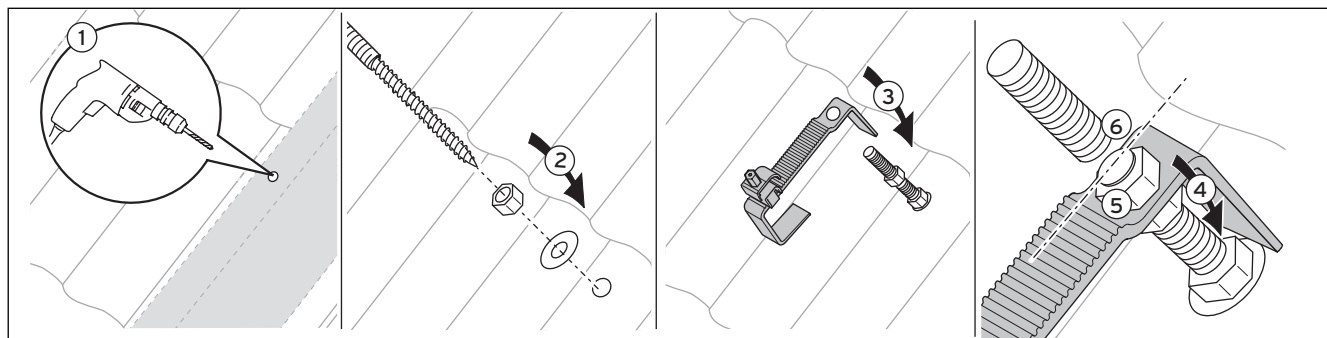

Рис. 5.8 Крепление резьбовыми шпильками
- Соедините монтажные планки и закрепите их зажимными элементами на кровельных анкерах (ср. рис. 5.8).